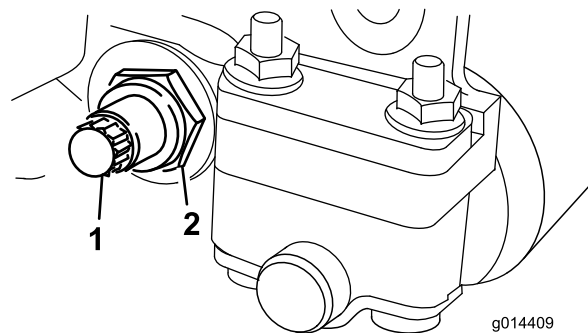
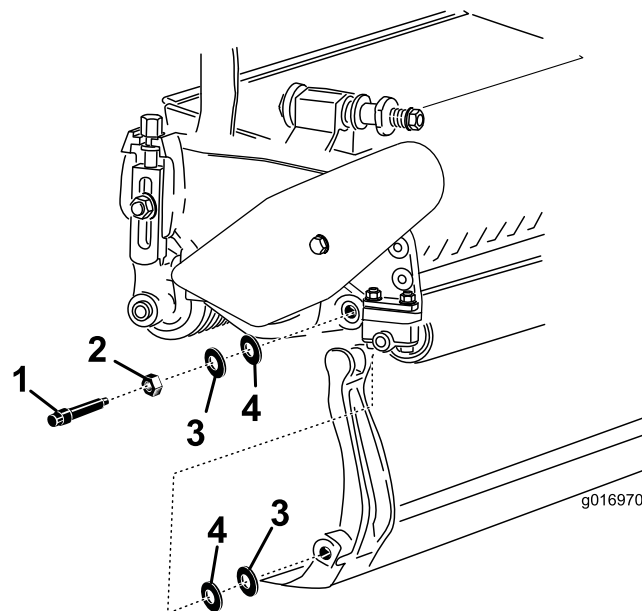

Bild 17
Bild 18
3. Lösen Sie an jeder Seite der Maschine die Klemmmutter, mit der die Schraube des Untermesserträgers befestigt ist (Bild 17).
4. Nehmen Sie jede Schraube des Untermesserträgers ab, damit der Untermesserträger nach unten gezogen und von der Maschine entfernt werden kann (Bild 17). Bewahren Sie die zwei Nylon- und die zwei Scheiben aus gestanzten Stahl an jedem Ende des Untermessers auf (Bild 18).
2. Befestigen Sie den Untermesserträger mit den Untermesserträgerschrauben (Muttern an den Schrauben) und den vier Scheiben (8 insgesamt) an jeder Seitenplatte. Legen Sie eine Nytonscheibe an jede Seite der Seitenplattenansatzes. Legen Sie eine Stahlscheibe außen auf jede Nytonscheibe (Bild 18).